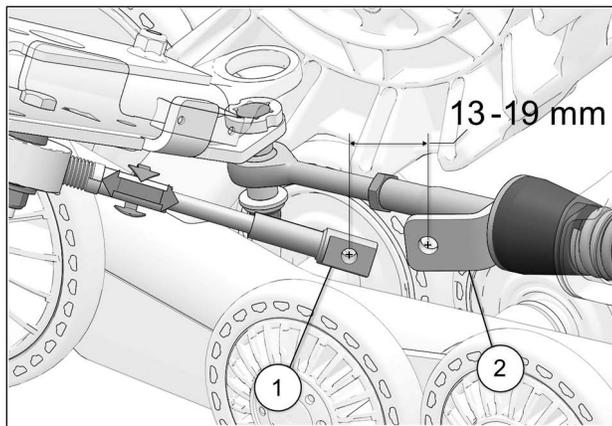

Fig. 29
16. Tourner le volant du véhicule au maximum de la course du côté gauche. En maintenant une pression au volant, ajuster le câble (en vissant ou dévissant pour ajuster la longueur). Voir la Fig. 29
17. Obtenir une distance de 13-19 mm du centre de l'extrémité du câble (1) au centre de l'extrémité du support de fixation (2). Voir la Fig. 29